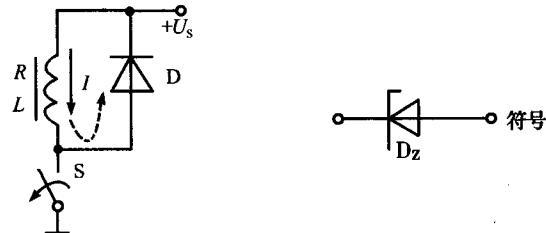

图 15-5
(4) 续流电路: 电路如图 15-5 所示。当开关 S 闭合时, 二极管 D 截止, 线圈中流过电流 I。在开关 S 断开瞬间, 电流不能突变, 二极管为其提供继续流动的通路, 故称续流二极管。若无此二极管, 则线圈的自感电动势将可能使开关被击穿而损坏。